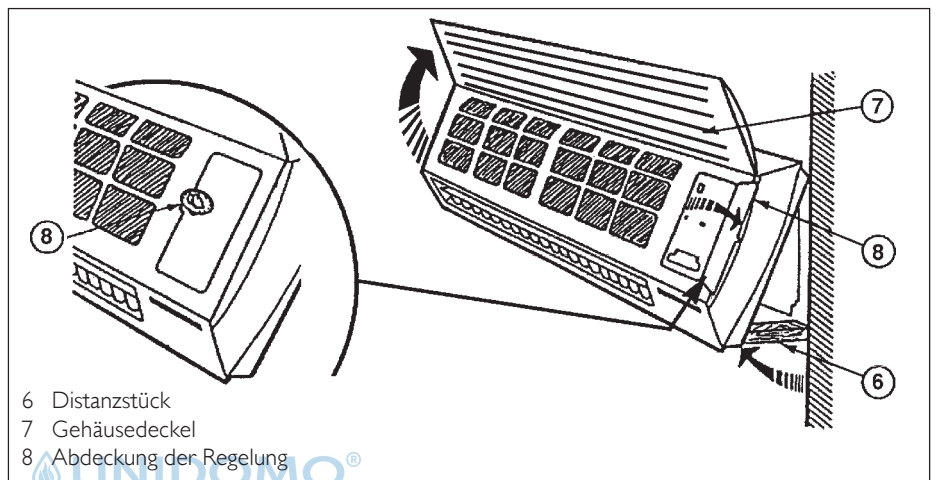

Abb. 22
Den unteren Teil des Gerätes mit einem Distanzstück (6), wie in Abb.22, in die gezeigte Position bringen. Die Vorderwand (7) und die Abdeckung (8) zur Regelung öffnen.